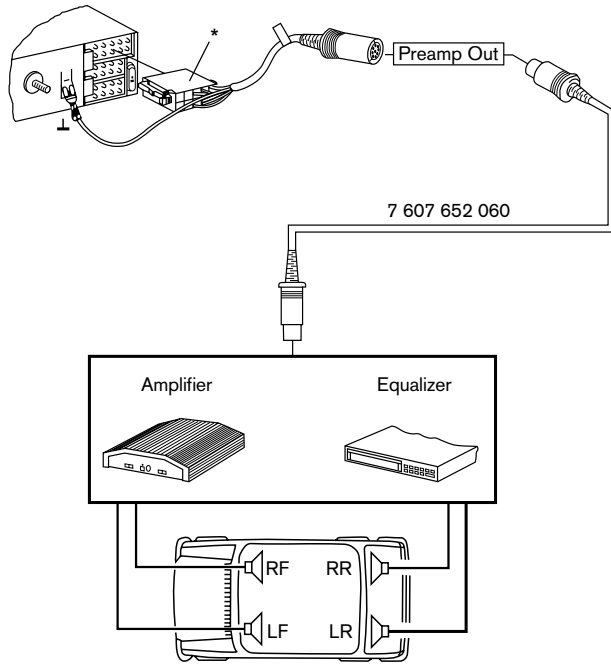

Fig. 6
- Ligação de equalizadores e amplificadores Fig. 6